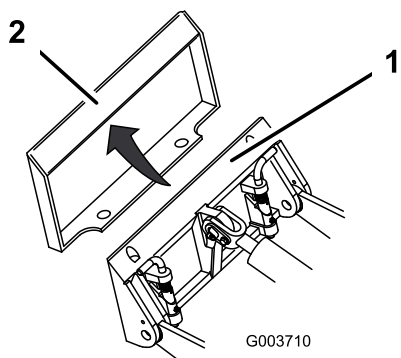

Figura 8
4. Coloque la placa de montaje debajo del reborde superior de la placa receptora del accesorio (Figura 8).